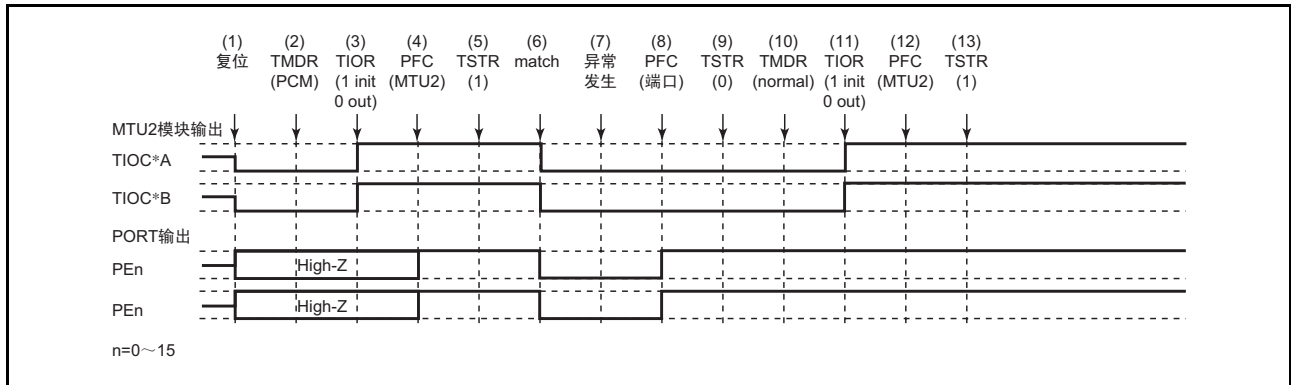

图 12.131 在相位计数模式中发生异常并且在正常模式中恢复的情况
在相位计数模式中发生异常并且重新设定后在正常模式中重新开始时的说明如图 12.131 所示。
(1) ~ (9) 和图 12.131 共用。
(10) 设定 PWM 模式 1。
(11) 必须通过 TIOR 对引脚进行初始化（在 PWM 模式 1 中不对 TIOC*B 进行初始化）。
(12) 必须通过通用输入/输出端口设定为此模块的输出。
(13) 通过 TSTR 重新开始。
(19) 在相位计数模式的运行过程中发生异常并且在 PWM 模式 2 中重新开始时的运行
(10) 设定 PWM 模式 2。
(11) 必须通过 TIOR 对引脚进行初始化（在 PWM 模式 2 中不对周期寄存器的引脚进行初始化）。
(20) 在相位计数模式的运行过程中发生异常并且在相位计数模式中重新开始时的运行
- (1) ~ (9) 和图 12.131 共用。
- (10) 在相位计数模式中重新开始的情况下不需要此步骤。
- (11) 必须通过 TIOR 对引脚进行初始化。
- (12) 必须通过通用输入/输出端口设定为此模块的输出。
- (13) 通过 TSTR 重新开始。
(21) 在互补 PWM 模式的运行过程中发生异常并且在正常模式中重新开始时的运行